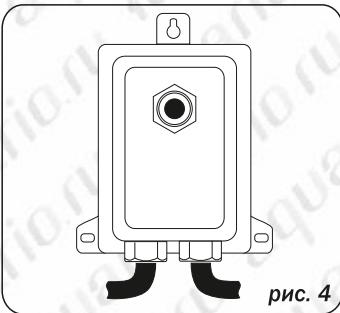

рис. 4
- Кроме встроенного термореле однофазные насосы серии VORTEX укомплектованы внешним автоматом защиты , который установлен в пластиковом боксе, закрепленном на кабеле насоса (рис.4)
Автомат защиты находится в разомкнутом состоянии.	Нажать кнопку автомата защиты См.п.5.4, рис.4